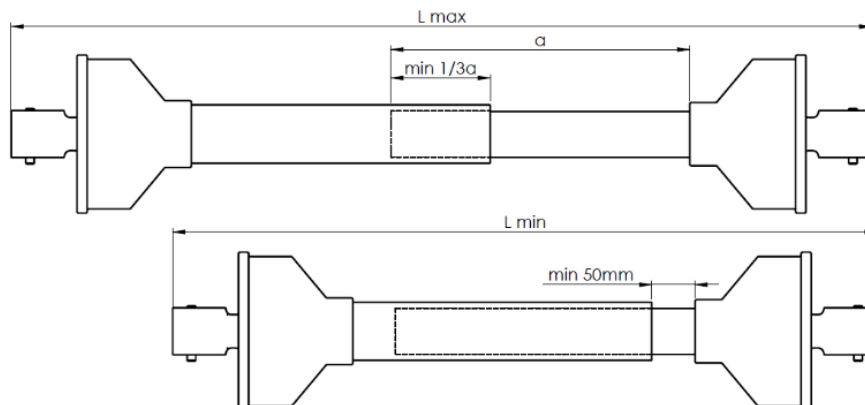

Рисунок 17. Регулировка длины вала при подсоединении разбрасывателя к трактору
- убедиться, что после соединения шарнирно-телескопический вал, передающий привод от трактора, имеет достаточную длину во всех возможных положениях трактора по отношению к машине (рисунок 17).